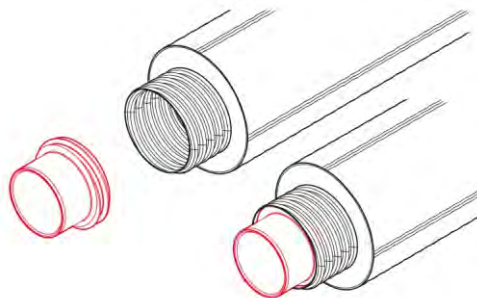

Рис. 3.8.1
1. Вкрутить втулку фитинга внутрь напорной трубы на $2/3$ длины (до середины патрубка) (рис. 3.8.1).